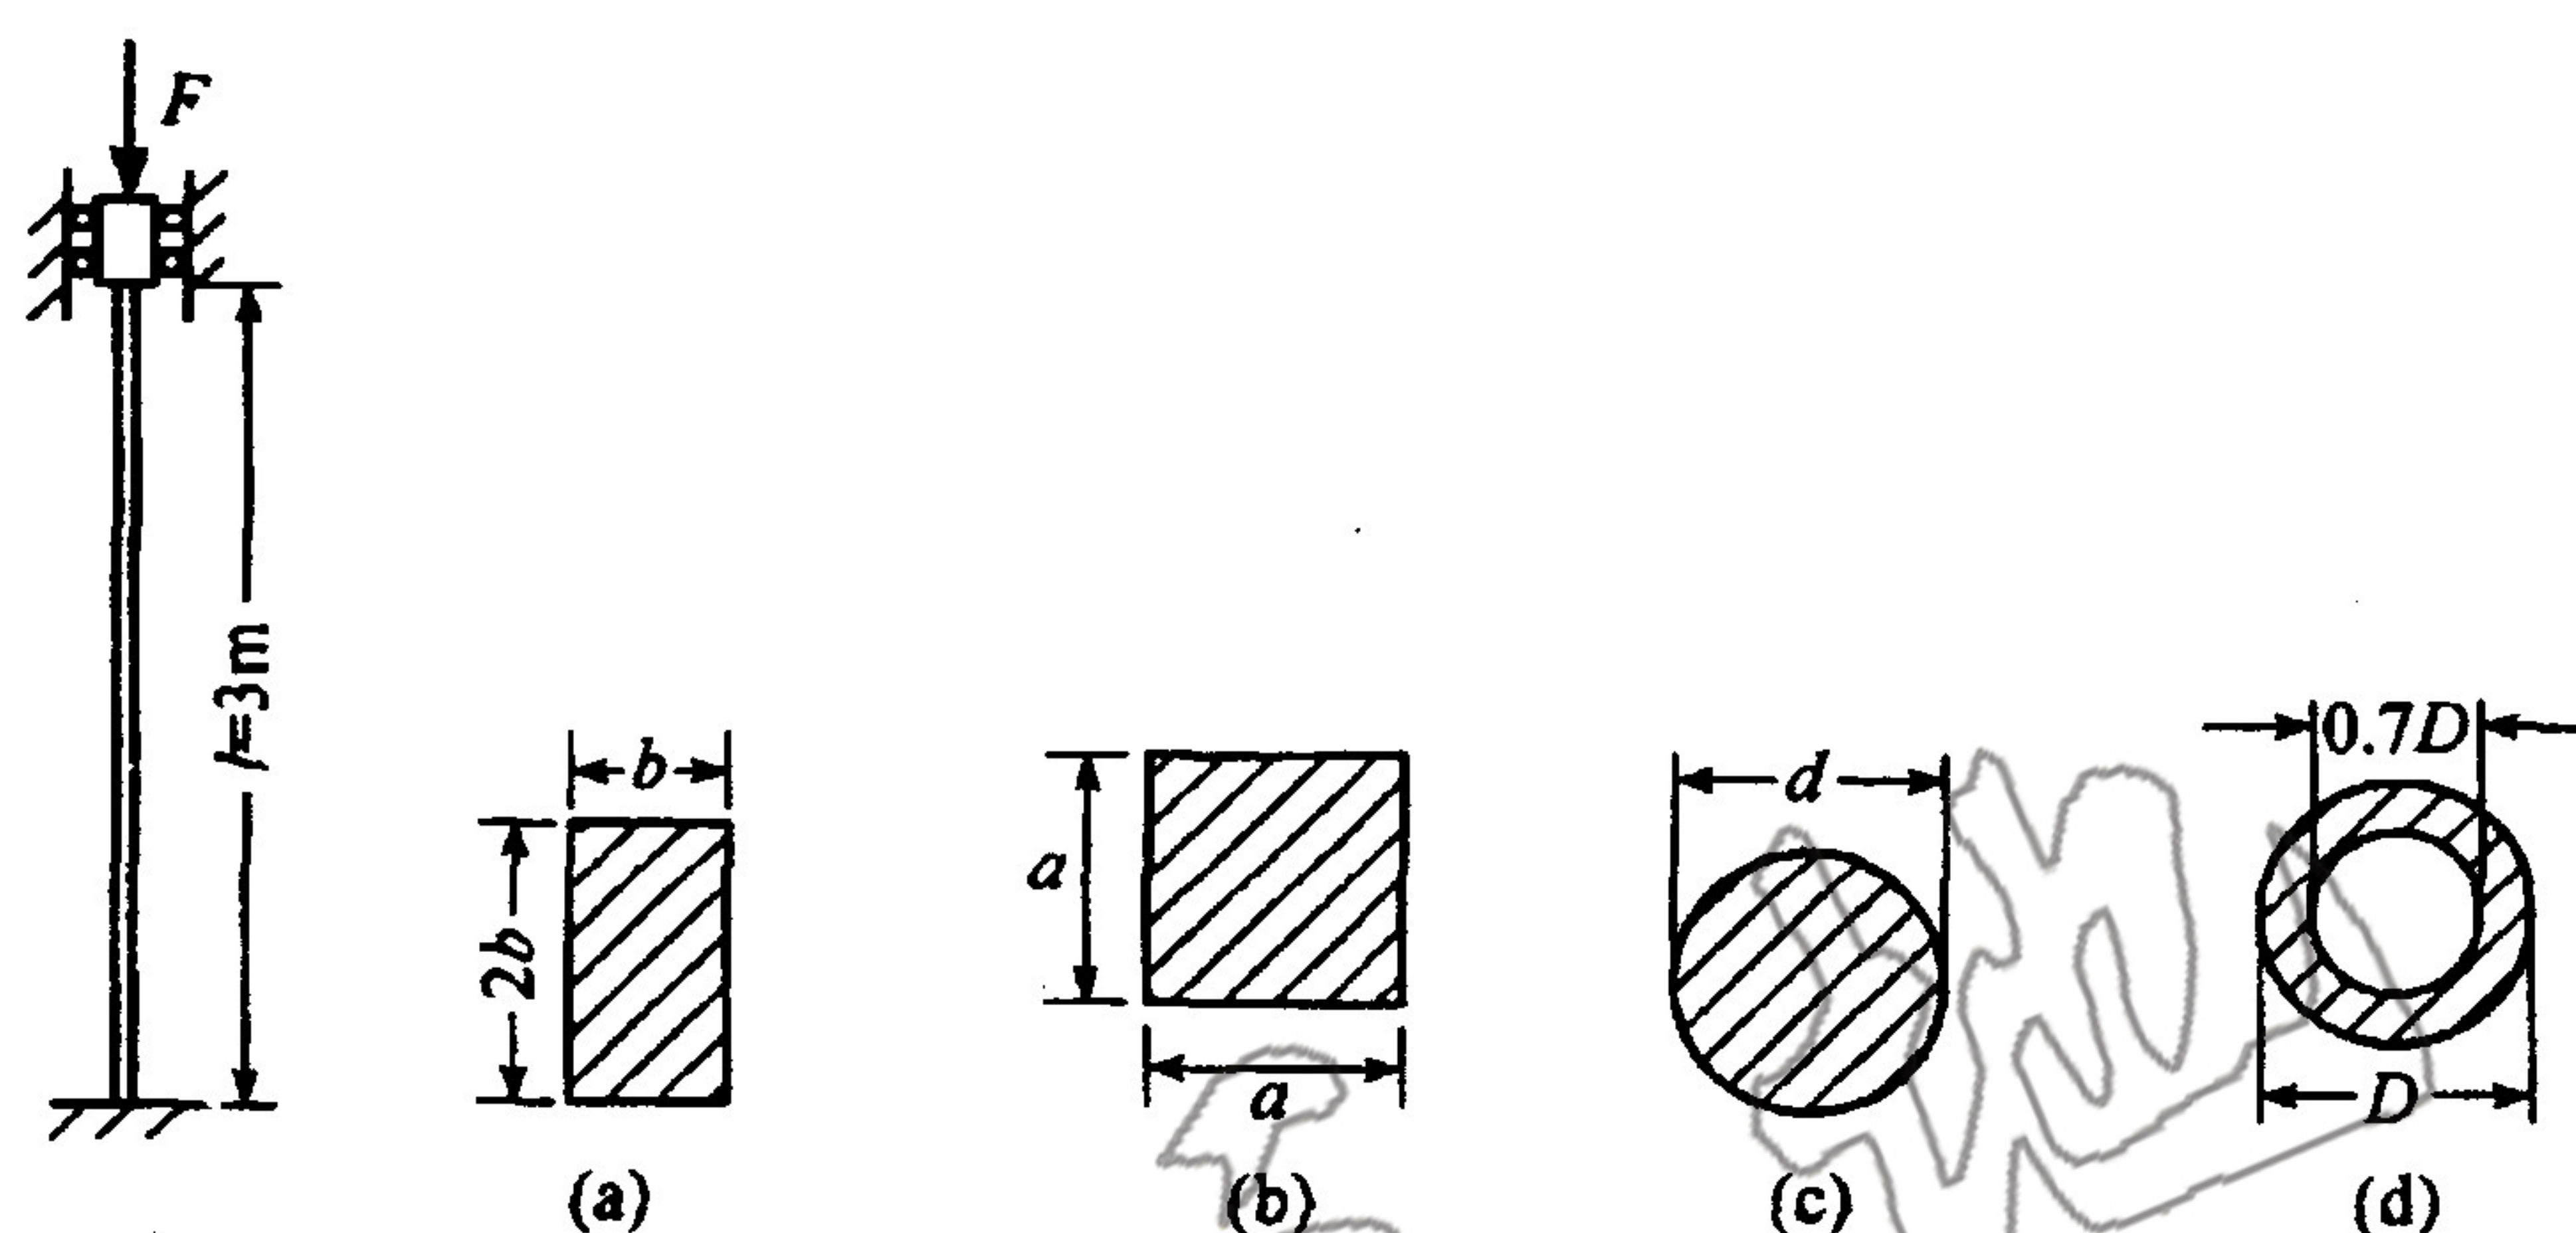

图 4.1
4.1 图 4.1 所示两端固定压杆,  $E = 210\text{GPa}$ ,  $\sigma_p = 200\text{MPa}$ ,  $\sigma_s = 235\text{MPa}$ ,  $a = 304\text{MPa}$ ,  $b = 1.12\text{MPa}$ , 截面有矩形、实心圆形及空心圆形 4 种, 但其横截面积均为  $5000\text{mm}^2$ , 试求上述 4 种情形下压杆的临界压力  $F_{cr}$ 。(15 分)